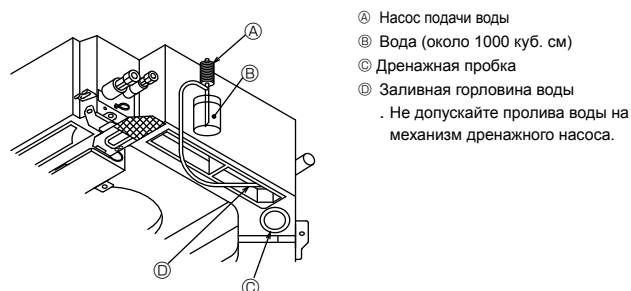

Fig. 6-2
6.3. Проверка дренажа (Fig. 6-2)